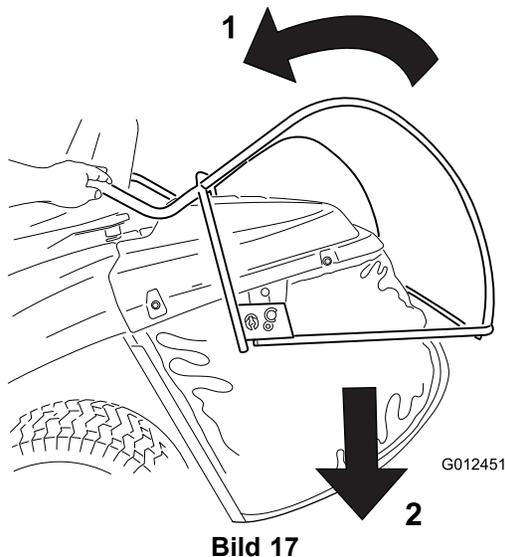

Bild 17
- Ziehen Sie den Kipphebel des Heckfangsystems nach vorne, um das Heckfangsystem zu kippen (Bild 17).